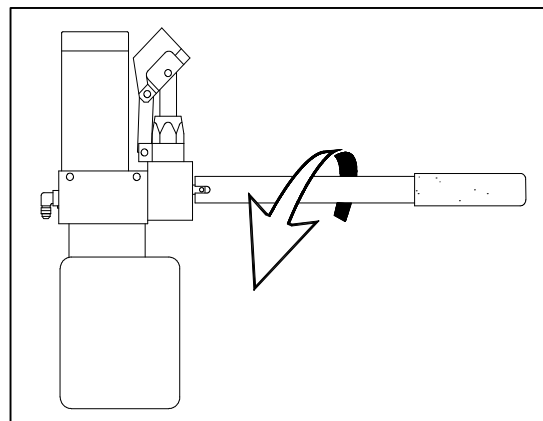

FIGURA 11: APPRONTAMENTO DELLA PIATTAFORMA
- 3) Vedere la **Figura 11**. Ruotare la valvola di un quarto di giro IN SENSO ANTIORARIO per iniziare l'approntamento della piattaforma. Quando la piattaforma raggiunge il livello del piano dell'automezzo, ruotare la valvola in SENSO ORARIO per chiudere; NON STRINGERE ECCESSIVAMENTE LA VALVOLA. Non abbassare la piattaforma oltre il piano dell'automezzo. Il bordo posteriore del dispositivo antirollio deve poggiare saldamente sul piano dell'automezzo.